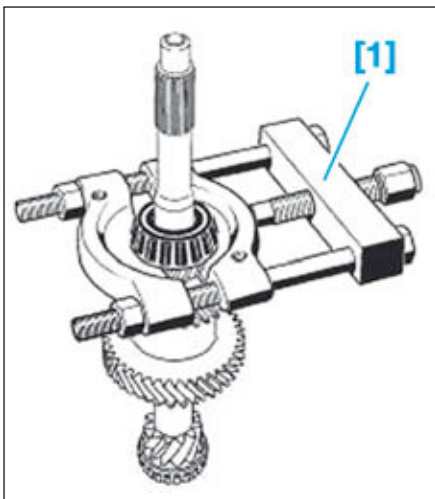

FIG.27
- Déposer les roulements à l'aide d'un décolleur et d'une presse d'atelier (Fig.27).